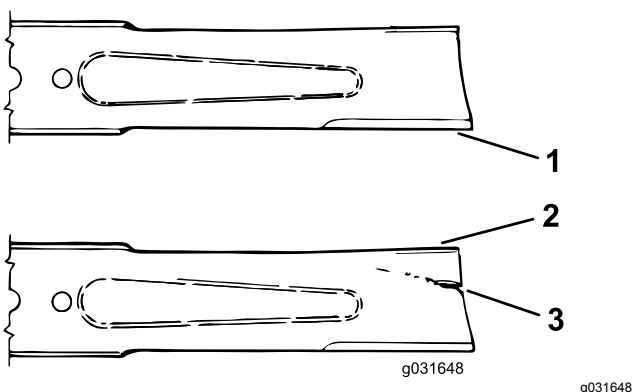

Рисунок 73
- Осторожно проверьте режущие кромки ножей, особенно в точке соединения плоской и изогнутой частей ножа (Рисунок 73).